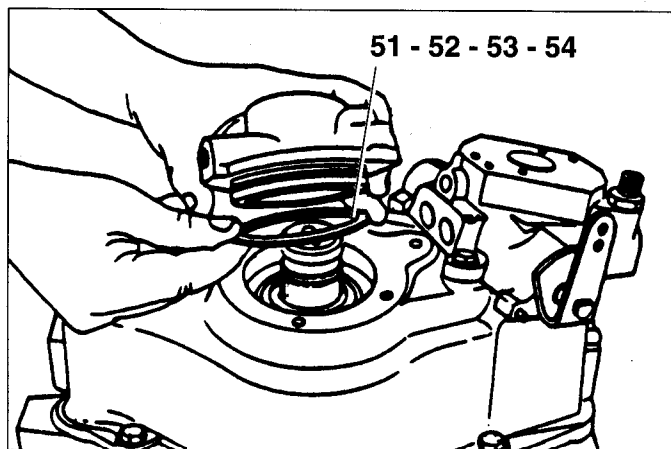
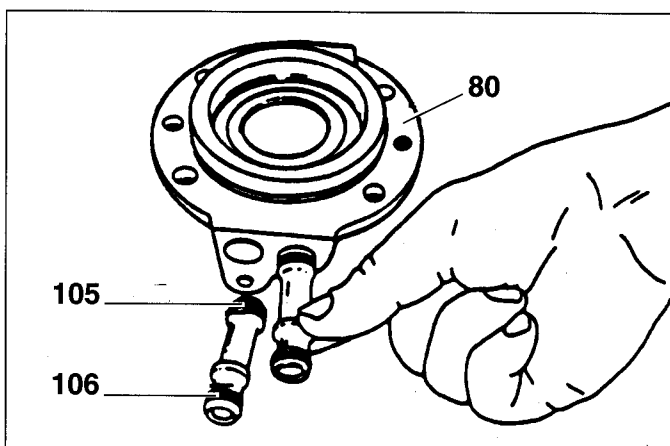
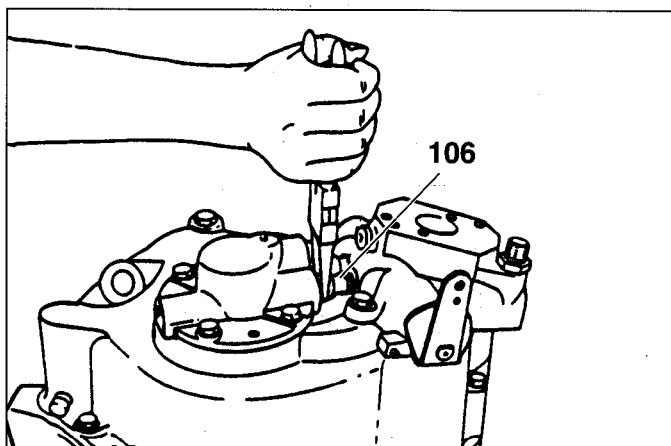

Fig. 40
Fig. 43
Fig. 44
- 8) Eseguire l'operazione al punto 4: il valore «C» risultante, è da ottenere componendo gli spessori (51-52-53-54) (Fig. 40).
- 1) Montare l'anello OR (42) su coperchio distributore (80).
- 2) Introdurre nel coperchio distributore (80) i tubi (106) completi di anelli OR (105) (Fig. 43) e introdurlo nella carcassa.
- 3) Introdurre sulla semicarcasta il tubo (44) completo di anelli OR (23).
- 4) Montare il corpo distributore (7) completo di anello OR (42). Il foro presente sulla superficie di flangiatura è da circondare con pasta ermetica che non presenti col tempo fenomeni di cristallizzazione.
- 5) Avvitare i tappi (36) e (55) utilizzando come sigillante LOCTITE 542.
- 6) Introdurre l'estremità dei tubi (106) nel corpo distributore (7). Montare la vite di bloccaggio (40) utilizzando
- 8) *Follow the instruction in 4: the resulting value for «C» is the shims pack (51-52-53-54) (Fig. 40).*
- 1) *Put the OR ring (42) on the distributor cover (80).*
- 2) *Introduce the tubes (106), complete with OR rings (105) into the distributor cover (80) and introduce it in the housing (Fig. 43).*
- 3) *Introduce the tube (44) complete with OR rings (23) into the half casing.*
- 4) *Put on the distributor casing (7), complete with OR ring (42). The hole on the flanging should be packed with hermetic paste which will not crystalize in time.*
- 5) *Screw down the taps (36) and (55) using LOCTITE 542.*
- 6) *Introduce the extreme end of the tubes (106) into the distributor casing (7). Put on the locking screw (40) using LOCTITE 542 (Fig. 44).*
- 6a) *Install cover (80) and distributor (7) into the housing*
LOCTITE 542 (Fig. 44).